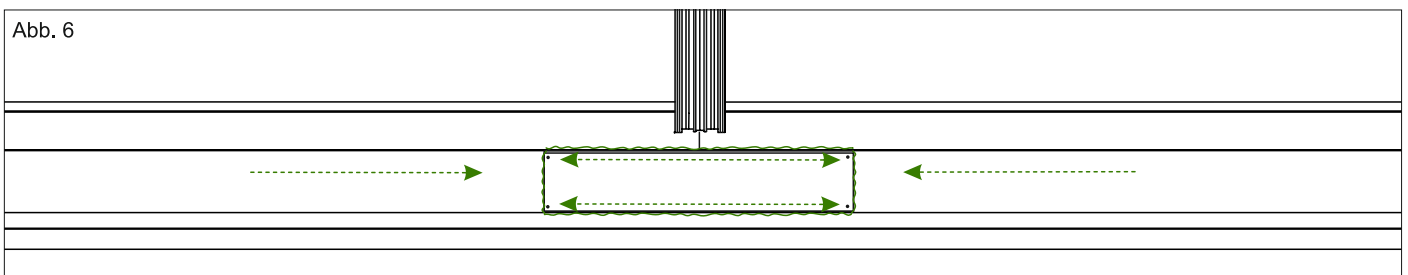

Abb. 6
3. Schieben Sie nun das Verbindungsstück mittig über die Schnittstelle der Beiden Rinneprofile und fixieren Sie es mit den mitgelieferten Schrauben (19 mm). Dichten Sie nun die Schnittstellen mit Silikondichtung ab. Siehe Abb. 6.